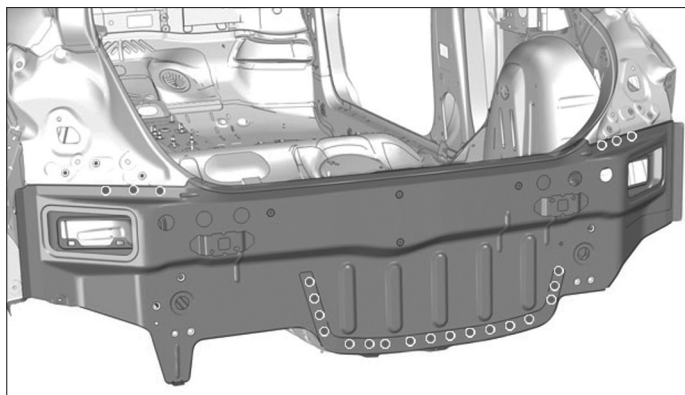
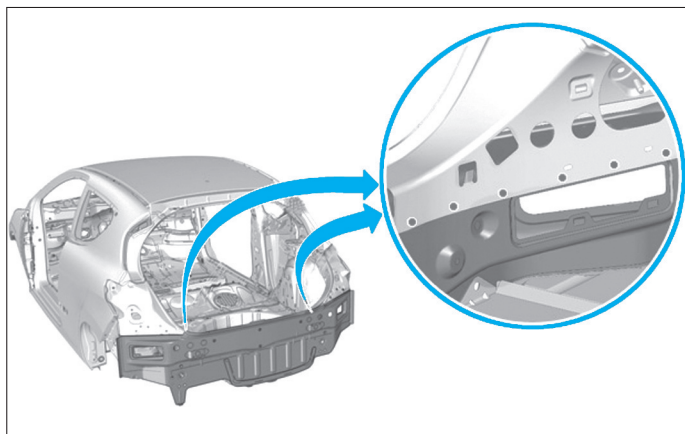

FIG. 197
FIG. 198
- Souder par points bouchons (Fig.197) et (Fig.198).